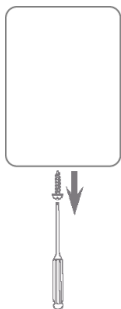

Figure 1
1. Ouvrez le couvercle en retirant la vis située sous le boîtier (voir Figure 1).